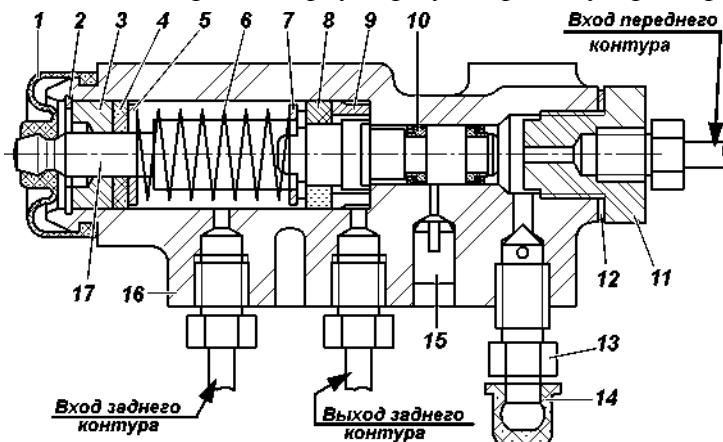

Рис. 9.23. Регулятор давления:
**Регулятор давления.** На автомобилях, не оснащенных антиблокировочной системой тормозов, устанавливается регулятор давления (рис. 9.23), который обеспечивает оптимальное распределение тормозных сил по осям автомобиля и не допускает блокировку задних колес раньше передних. При обслуживании проверяйте работоспособность регулятора давления. Очищайте регулятор от грязи и проверяйте надежность его крепления. Внешним осмотром убедитесь, что регулятор и детали его привода не имеют повреждений, отсутствуют подтекания тормозной жидкости и люфты в соединении стойки с упругим рычагом и кронштейном на заднем мосту.
При нажатии на педаль тормоза поршень 17 (рис. 9.23) регулятора давления должен выдвинуться из корпуса на 1,7 - 2,3 мм. Отсутствие хода поршня, а также его недостаточный или чрезмерный ход свидетельствует о неисправности регулятора или его привода.
3. Заверните болт 3 до соприкосновения его с хвостовиком поршня 17 (рис. 9.23) регулятора.